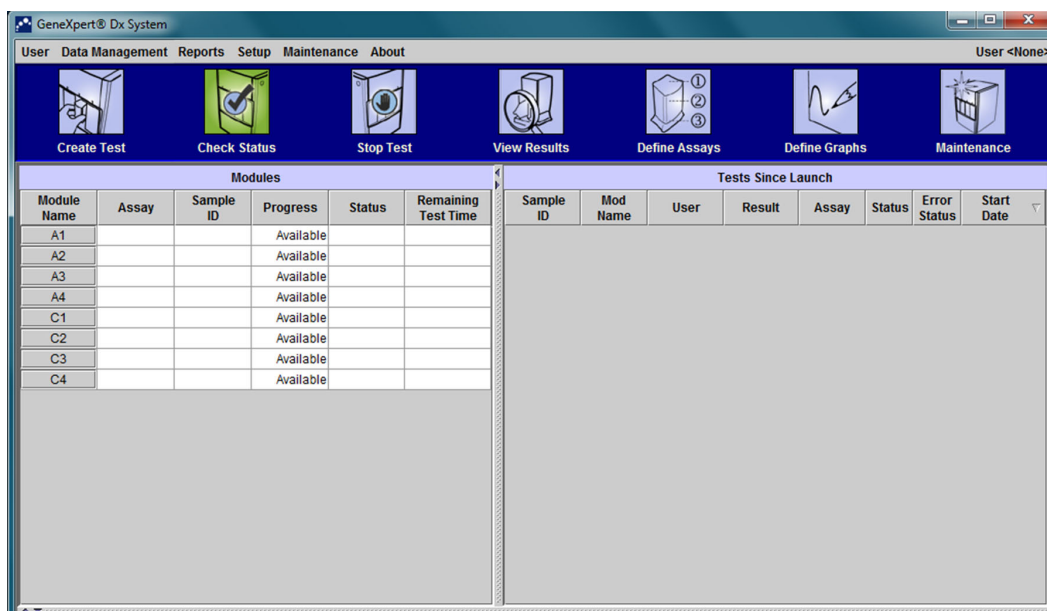

Figura 2-65. Fereastra sistemului GeneXpert Dx
2. În caseta de dialog Gestionare bază de date (Database Management) faceți clic pe **NU (NO)** pentru a continua. Apare ecranul sistemului GeneXpert Dx (consultați Figura 2-65).